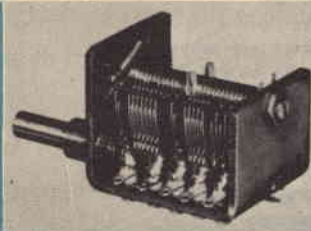

Fig 1
**N**uovi condensatori a capacità variabile e comandi di precisione, adatti per la sintonizzazione di ricevitori radio ad alte prestazioni e per impianti di comunicazioni, sono stati introdotti recentemente sul mercato dalla Compagnia inglese Jackson Brothers Ltd. Nella *fig. 1* è presentato il condensatore variabile a cinque sezioni *tipo 005*, studiato per ricevitori supereterodina a transistori, il quale comprende due sezioni a modulazione di ampiezza (MA), tre sezioni a modulazione di frequenza (MF), ed una riduzione con rapporto 3:1, racchiuse in un telaio che misura appena 35 x 38 x 43 mm. Le sezioni MA possono essere uguali oppure essere disposte in modo da interferire fra loro per pro-